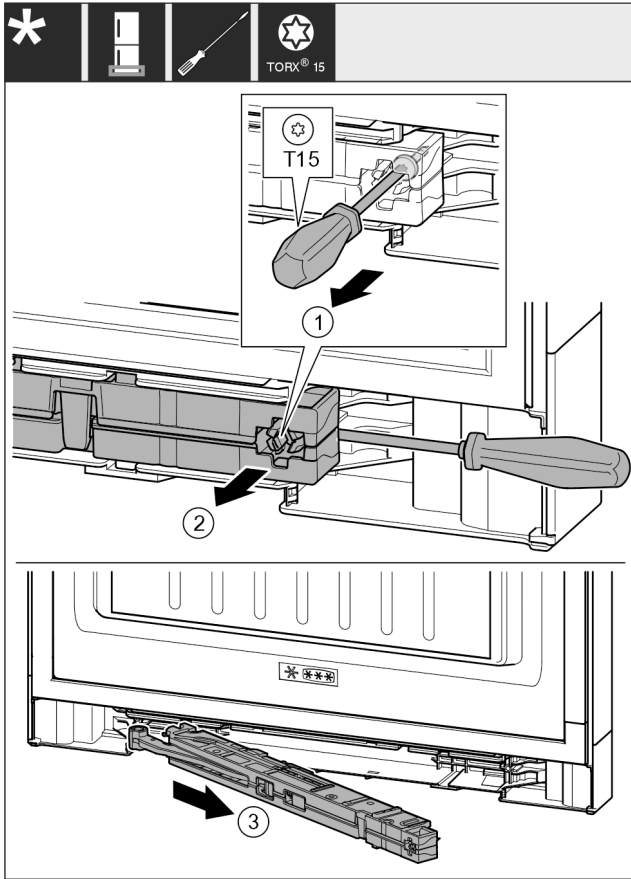

Fig. 17
- Avaa sulkuvaimenninyksikön ruuvia T15-ruuvimeisselillä noin 14 mm. Fig. 17 (1)
- Työnnä ruuvimeisseli kahvan puolella sulkuvaimenninyksikön taakse. Käännä yksikkö eteenpäin. Fig. 17 (2)
- Vedä yksikkö irti. Fig. 17 (3)